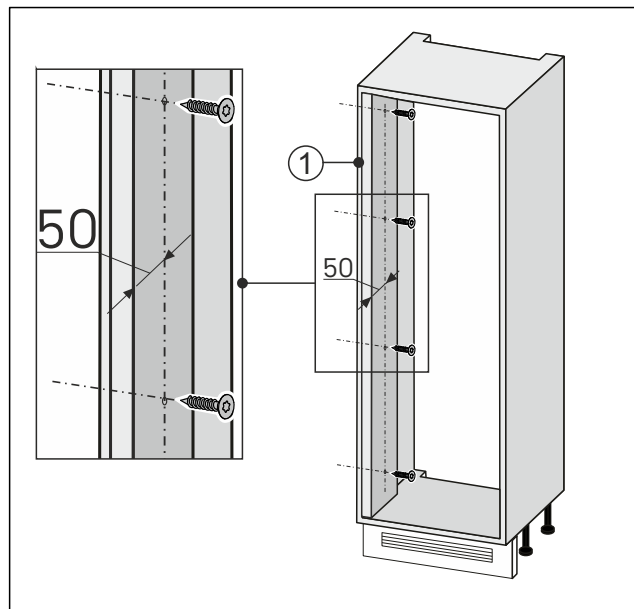

Fig. 88
- Stěnové vyrovnání na straně otevírání dveří Fig. 88 (1) přišroubujte k nábytkovému výklenku.